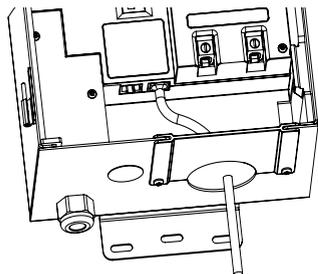

Figura 17: Programador satélite
- ③ Presione el botón ? (“**HELP**”) (**Ayuda**).
- ④ Vaya hasta la opción **CLEAR (LIMPIAR)** y pulse el selector (Figura 17).